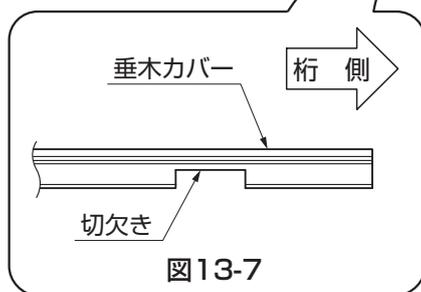

図13-7
- 垂木カバー、妻垂木カバーは切欠きがある方を桁側にしてください。(図13-7参照)